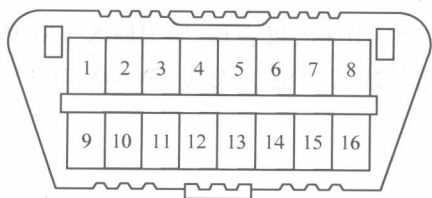

图 1-1 第二代车载自诊断系统 (OBD II) 诊断座
1) TDCL (诊断座) 同一规格、16 端子、统一安装在仪表板下方, 结构如图 1-1 所示。